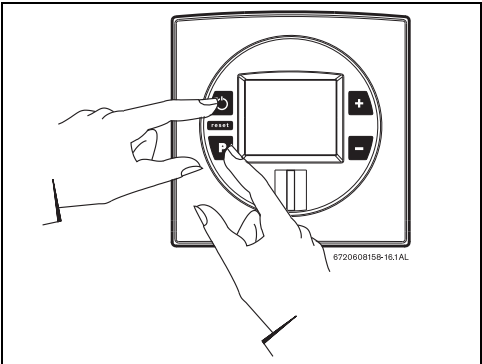

Fig. 45 Modo de ajuste del gas
- Mantener pulsada la tecla de programación y pulsar el interruptor principal ON/OFF para conectar el aparato (Fig.45).